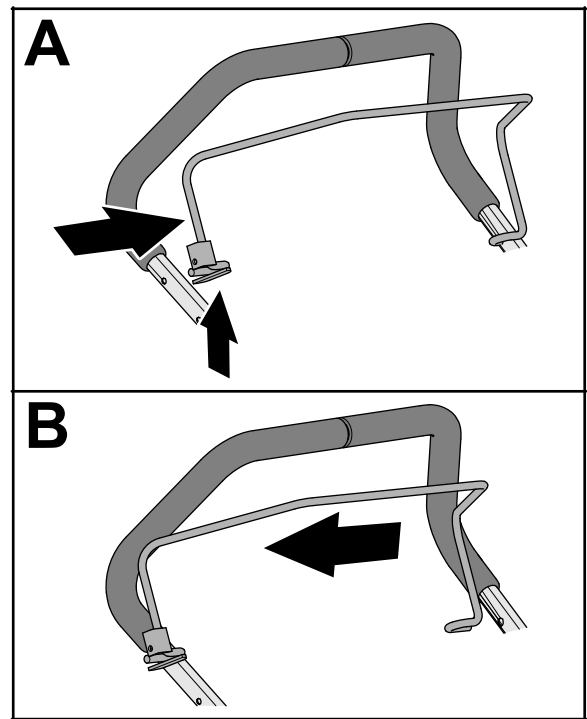

Figura 9
- Apriete la pata de la barra de presencia del operador hasta que pueda retirarla del manillar superior y retire la barra de la máquina (Figura 9).